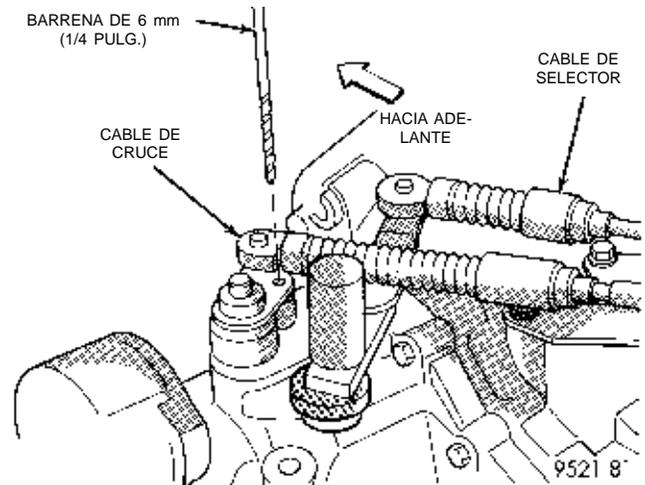

Fig. 16 Procedimiento de bloqueo de la palanca de cruce
- (3) Bloquee la palanca de cruce del transeje en la posición de punto muerto de 3-4 mediante una barrena de 6 mm (1/4 pulg.). Alinee el orificio de la palanca de cruce con el del tope de la caja del transeje (Fig. 16). Asegúrese de que la barrena entra en la caja del transeje al menos unos 13 mm (1/2 pulg.).
- (4) El cambiador tiene carga de muelle y es auto-centrante. Deje el cambiador en su posición de punto muerto. Apriete el tornillo de ajuste con una torsión de 8 N·m (70 lbs. pulg.). Al apretar el tornillo de ajuste, deben extremarse las precauciones para evitar descentrar el mecanismo de cambio.
- (5) Retire la barrena de la caja del transeje y realice una verificación funcional desplazando el transeje por todas las marchas.